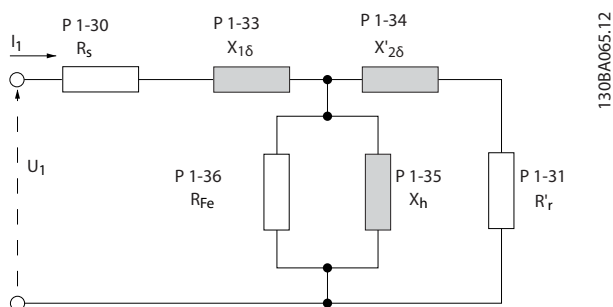

Ilustración 3.6 Diagrama equivalente del motor para un motor asíncrono
Un simple control del valor de la suma $X_1 + X_h$ se efectúa dividiendo la tensión del motor línea a línea por la raíz cuadrada (3) y dividiendo este valor por la intensidad del motor sin carga. $[VL-L/\sqrt{3}]/I_{NL} = X_1 + X_h$, consulte la *Ilustración 3.6*. Estos valores son importantes para magnetizar adecuadamente el motor. Esta comprobación se recomienda encarecidamente en los motores de ocho o más polos.
Size related* [0.0400 - 400.0000 Ohm]	Ajuste la reactancia de fuga del estátor del motor utilizando uno de los siguientes métodos: <ul style="list-style-type: none"> • Ejecute un AMA en un motor frío. El convertidor de frecuencia mide el valor del motor. • Introduzca manualmente el valor de X₁. Consulte este valor al proveedor del motor. • Utilice el ajuste predeterminado de X₁. El convertidor de frecuencia selecciona el ajuste basándose en los datos de la placa de características del motor. Consulte la Ilustración 3.6 .
Size related* [0.0400 - 400.0000 Ohm]	Ajuste la reactancia de fuga del rotor del motor utilizando uno de los métodos siguientes: <ul style="list-style-type: none"> • Ejecute un AMA en un motor frío. El convertidor de frecuencia mide el valor del motor. • Introduzca manualmente el valor de X₂. Consulte este valor al proveedor del motor. • Utilice el ajuste predeterminado de X₂. El convertidor de frecuencia selecciona el ajuste basándose en los datos de la placa de características del motor. Consulte la Ilustración 3.6 .